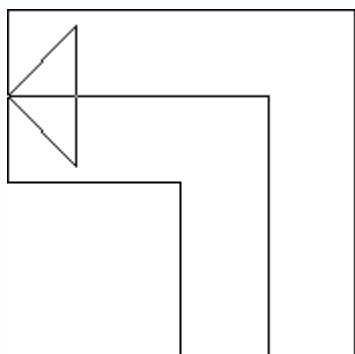

Рис. 1.90. Фантом L-образной лестницы с площадкой
2. Из группы команд для построения лестниц на вертикальной панели инструментов выполните команду Лестница с площадкой, L-образная (дерево). На плане появится фантомное изображение лестницы данного типа, свободно перемещающееся за указателем (рис. 1.90).